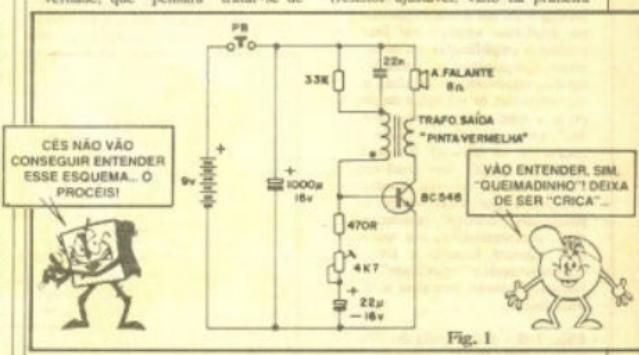

Fig. 1
- FIG. 1 - Diagrama esquemático (ou simplesmente "esquema"...) do circuito do PASSARINHO ELETRÔNICO. Mesmo para o atual estágio inicial do nosso "Curso", o circuito guarda extrema simplicidade, usando um único componente "ativo" (o transistor BC548) mais umas poucas peças de uso corrente, incluindo um pequeno transformador (componente cuja Teoria e aspectos práticos/funcionais foram vistos na presente "Aula"...). O pequeno circuito aciona um alto-falante (também visto, em seus aspectos básicos, no presente ABC) e é alimentado por uma pequena bateria de 9V. Dois são os comandos: um trim-pot (resistor ajustável, visto na primeira